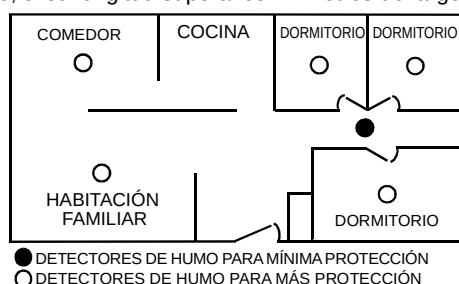
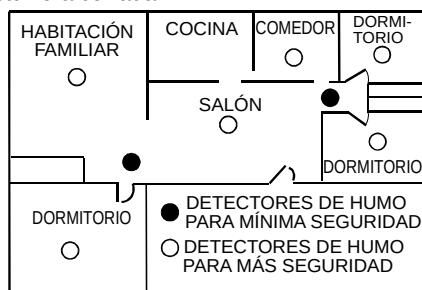

Figura 5. Lugares de ubicación de los detectores de humo en una residencia particular con sólo un área para los dormitorios
Figura 6. Lugares de ubicación de los detectores de humo en una residencia de un nivel con más de un área de dormitorios.
- Instale un detector de humo en el pasillo a la entrada de cada área separada de dormitorios, como en la Figura 5. Dos detectores son requeridos en casas con dos áreas de dormitorio, como en Figura 6.